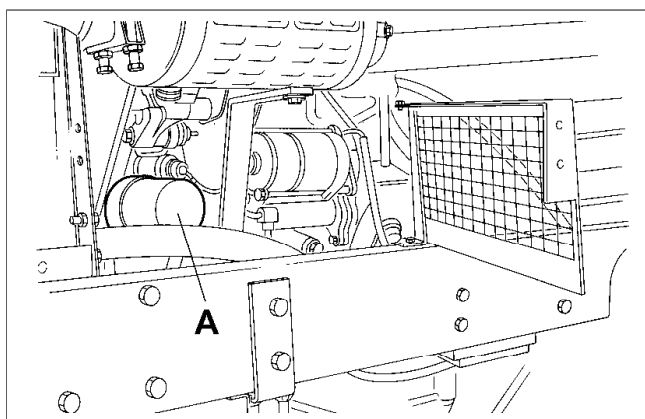

Fig.27
- Cambiar el cartucho (A Fig. 27) del motor desenroscando y tirarlo.